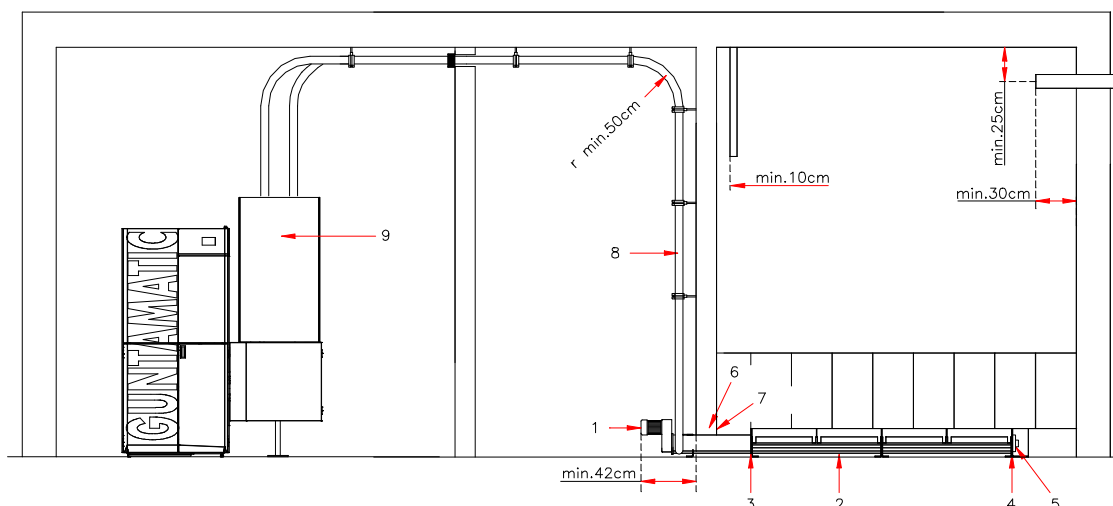

Fig.:2
1. Far passare l'unità motrice (1) Fig. 2 della coclea di estrazione attraverso il foro del muro del deposito.
2. A seconda della lunghezza della coclea, inserire i pezzi della coclea insieme al trogolo (2) Fig. 2 dal deposito sull'unità motrice (1) Fig. 2. Collegare i pezzi della coclea in modo che la pendenza della coclea continui a filo. Quindi avvitare saldamente il giunto a flangia dei trogoli con viti M 8 x 30 (3) Fig. 2 e rondelle di sicurezza. Accertarsi che i trogoli della coclea siano avvitati senza giunzioni al lato interno. Alla fine della coclea di estrazione avvitare la piastra flangiata (4) Fig. 2 con cuscinetto.
3. Allentare le viti perpetue (5) Fig. 2 sul cuscinetto e spingere la coclea fino in battuta in direzione dell'unità motrice, quindi stringere di nuovo le viti.
5. Posizionare la coclea di estrazione in modo che almeno 42 cm dell'unità motrice (vedi fig. 2) sporga dalla parete del deposito.
7. Riempire il passaggio a muro (6) fig. 2 con lana minerale. Ricoprire l'apertura con le lamiere di copertura (7) Fig. 2 internamente ed esternamente senza contatto.
1. Collegare i tubi di aspirazione (8) fig. 2 dal contenitore ciclonico (9) o dal ventilatore fino ad un bocchettone di aspirazione a piacere sulla coclea. Posare il tubo di aspirazione al contenitore ciclonico con raggi più grandi possibili.